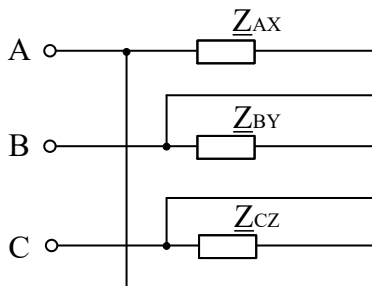

Рис. 42
2.1. Собрать цепь по схеме, приведенной на рис. 7.1. В качестве Z_{AX} ; Z_{BY} ; Z_{CZ} используются лампы накаливания. Разъемы ШР, позволяющие одним амперметром измерить три линейных и три фазных тока, на лабораторной панели смонтированы и присоединены к фазам нагрузки. (На схеме рис. 42 они не показаны).